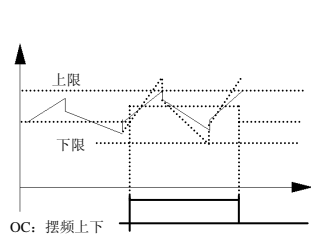

图 6-32 摆频幅度限制
- 16：摆频上下限限制**.选择摆频功能后若以中心频率计算所得摆频的频率波动范围超过上限频率 F0. 10 或低于下限频率 F0. 11 时，将输出指示信号，如图 6-32 所示。